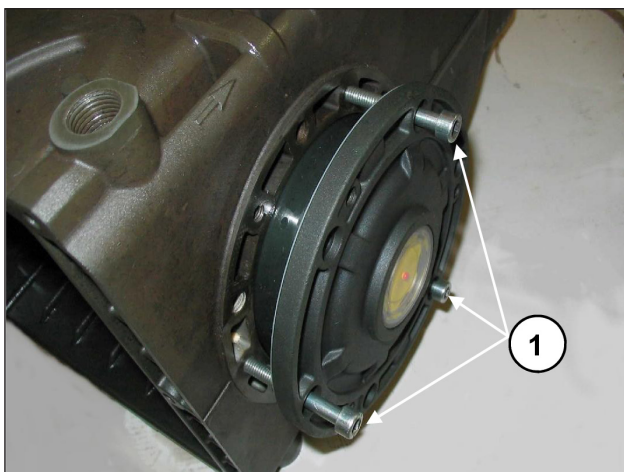

图8
为了便于第一部分的注油和盖子在泵壳的插入，建议使用3个部分螺纹的M6×40螺丝(图8, ①)，然后通过随附螺丝(M6x18)完成操作。